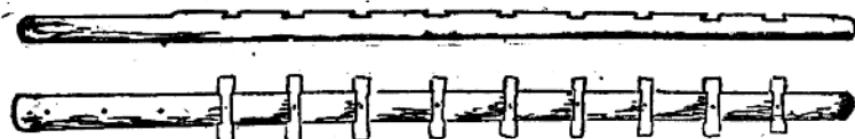

图1
(1) 在預計点位附近，选择一颗比較粗壯而笔直的高树作为瞭望桿的底部。在直徑为12~15公分处把树头锯掉，將上段2.5公尺長度內树表面的凸出物削除，以便更好的与接高部分相結合，吊举接高部分的树枝需全部砍掉，其余三面的树枝可保留2公寸左右，以便作为底部的天然便梯。
(2) 选择根部直徑为14~16公分的樟松或落叶松作为接高部分，在其直徑为8~10公分处或在需要的長度地方锯掉，底部2.5公尺內挖槽，以便衔接，其上部每隔50公分刻一寬約5~6公分的小槽，根据槽的大小加工一些便梯，需标好相应的号數，以便在接好后按次序釘上(图1)。